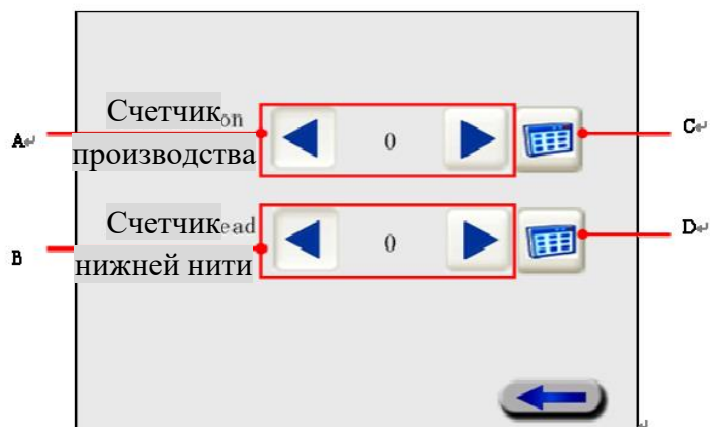

Рис. 5-1 Интерфейс счета производства и нижней нити
(2) Установка счетчика производства. В зоне А, как показано на Рис. 5-1, можно изменить значение счетчика производства с помощью кнопок уменьшения  или увеличения
(3) Установка счетчика нижней нити. В зоне В, как показано на Рис. 5-1, можно изменить значение счетчика нижней нити с помощью кнопок уменьшения  или увеличения  , или задать значение в интерфейсе цифрового ввода данных  . Заданное значение будет изображаться в центре.
(4) Ручной ввод цифр. Нажмите кнопки С и D, как показано на Рис. 5-1, для ручного ввода. Пример счетчика производства: